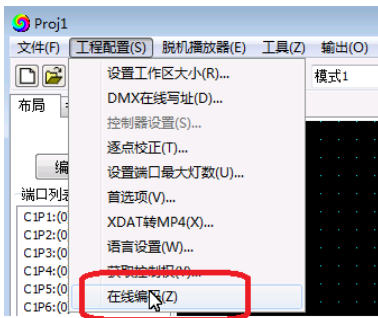

图 1
- 1.2. 打开软件 LedPlayer-k，点击《工程配置》如图 1